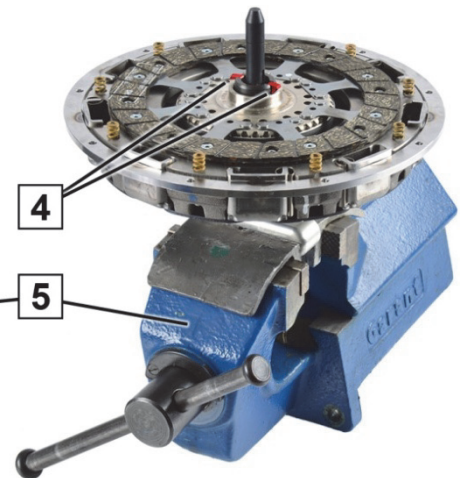

Fig. 3: Far scattare in posizione l'attrezzo speciale
4. Rimuovere la frizione a due dischi (12) e tendere (fig. 3) con l'attrezzo speciale (3) nella morsa (5).
4. Tirare il pomello a tiro (2) per allentare il bloccaggio (4) dell'attrezzo speciale (3).
5. Premere la frizione a due dischi con il mozzo sull'attrezzo speciale (3) fino a quando il bloccaggio (4) fissa la frizione a due dischi (fig. 3).